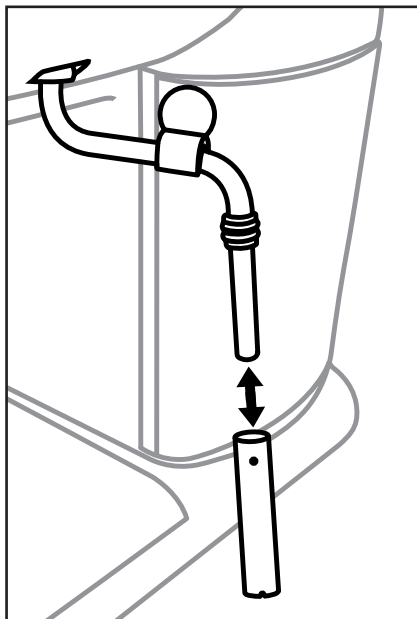

Figura 1
- 1) Coloque um recipiente vazio debaixo do espumador de leite ⑩.
- 2) Rode o regulador de vapor ⑦ para "+" imediatamente após a utilização e deixe sair vapor durante alguns segundos.
- 3) Feche o regulador de vapor ⑦ (rode no sentido do "-", até ao encosto), desligue o aparelho e retire a ficha da tomada.
- 5) Retire a capa do espumador de leite ⑩ (figura 1) e limpe-a cuidadosamente com água quente.
- 7) Coloque novamente a capa sobre o bocal (figura 1).